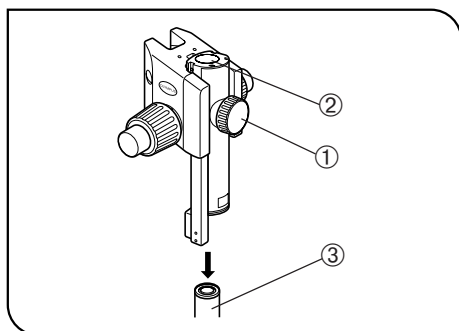

Abb. 17
2 Montieren der Fokussiereinrichtung (Abb. 17 & 18)
1. Zunächst die Feststellschraube der Fokussiereinrichtung ① vollständig lösen. Die Fokussiereinrichtung mit beiden Händen festhalten und die Säule ③ von unten in die Montagebohrung ② einführen. (Abb. 17)
2. Die Fokussiereinrichtung bis zum Anschlag absenken, anschließend die Feststellschraube der Fokussiereinrichtung ① anziehen. (Abb. 17)
★ **Wenn die Feststellschraube ① angezogen wird, solange die Säule ③ nicht vollständig in die Montagebohrung ② eingeführt ist, verformt sich die Blattfeder, die die Säule unterstützt. In diesem Fall lässt sich die Säule nicht mehr in die Bohrung einschieben. (Abb. 17)**